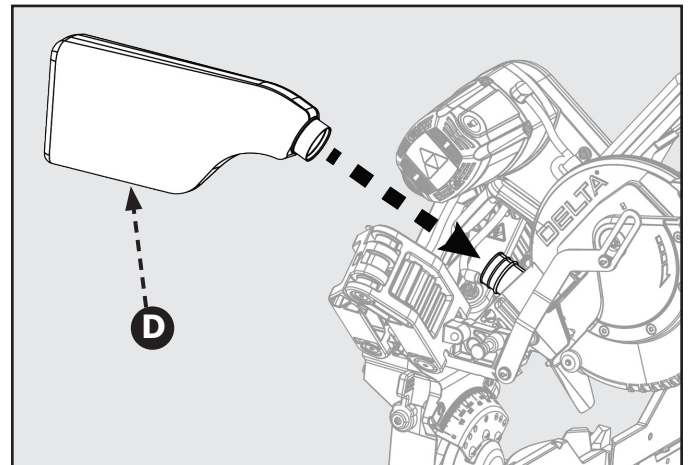

Figure 9
L'outil comprend un sac à poussière (D) qui s'attache par-dessus l'orifice d'échappement sur le protège-lame supérieur. Faites glisser le collier en plastique de la sortie d'échappement en arrière de la tête de la scie. Voir figure 9